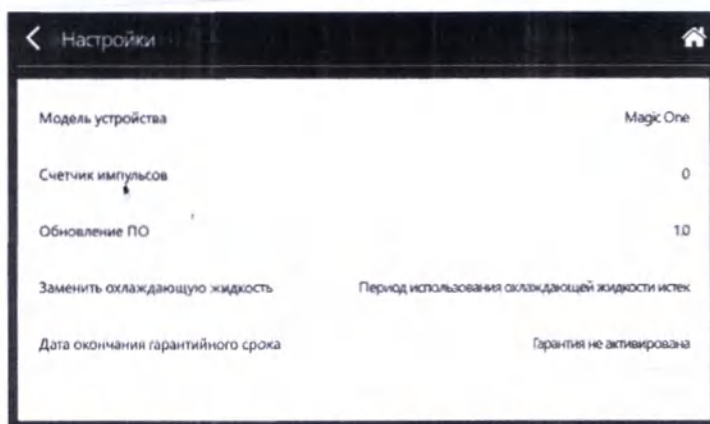

Рис.15.1 – Обновление программного обеспечения
15.6. Выберите пункт меню настроек «Обновление ПО» (Рис.15.1).